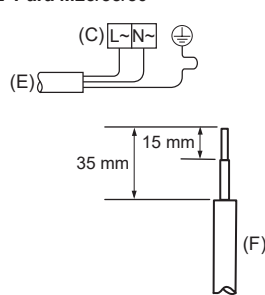
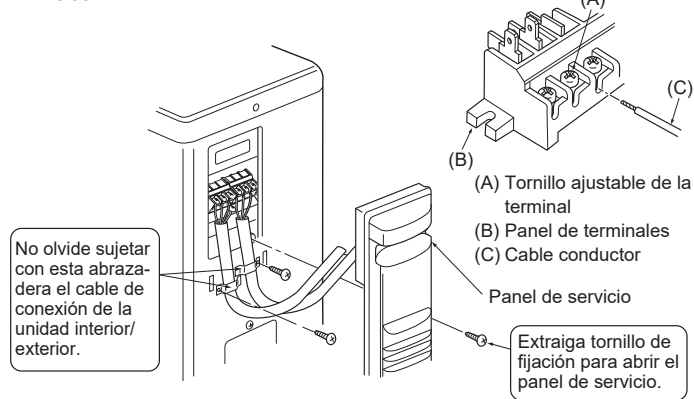
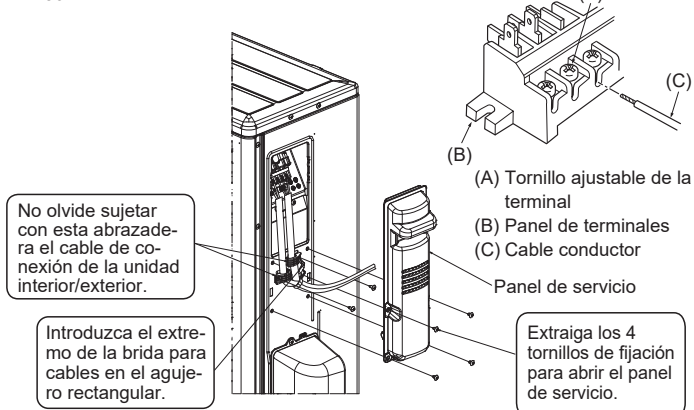
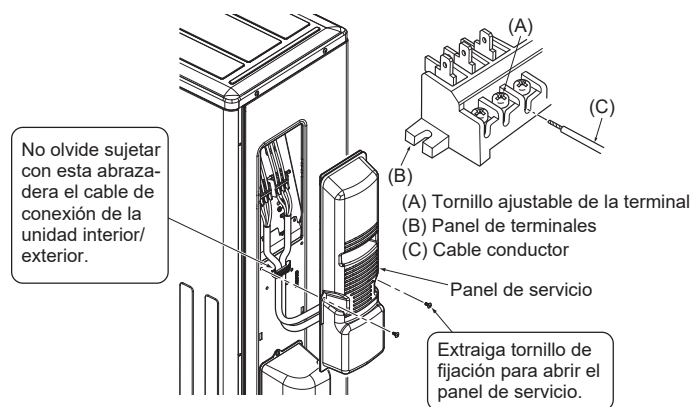

Fig. 6-2
Fig. 6-3
Fig. 6-4
Fig. 6-5
6.1. Unidad exterior (Fig. 6-1, Fig. 6-2, Fig. 6-3, Fig. 6-4, Fig. 6-5)
(1) Retire el panel de servicio.
(2) Conecte los cables de acuerdo con la Fig. 6-1, Fig. 6-2, Fig. 6-3, Fig. 6-4 y la Fig. 6-5.
- Realice el tendido eléctrico como muestra el diagrama inferior izquierdo (los cables no vienen incluidos). (Fig. 6-2)
- (A) Cable de conexión
- (B) Panel de terminales interior
- (C) Panel de terminales exterior
- (D) Instale siempre un cable de tierra más largo que el resto de cables.
- (E) Cable de alimentación
- (F) Cable conductor